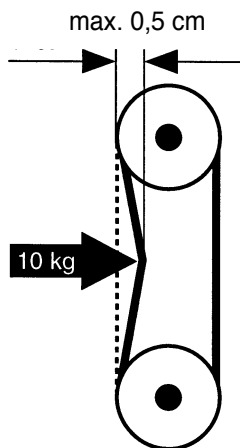

Abb. 19: Keilriemenspannung
- Zwischen den Keilriemenscheiben auf den Riemen drücken. Bei einem Druck von 10 kg darf sich der Keilriemen ca. 0,5 cm eindrücken lassen. (Abb. 19)